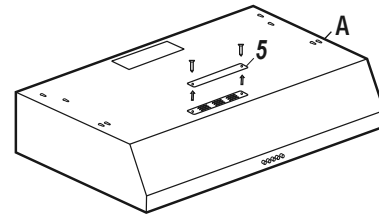

Fig. 12
- Si vous avez choisi une ventilation intérieur, dévisser les deux vis qui retiennent le couvercle (5) et enlever le couvercle comme sur la Fig. 12. Ne pas enlever aucune des autres pièces.